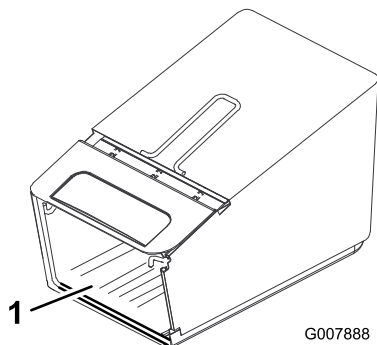

Figura 7
2. Asegúrese de que los lados de la base de la bolsa están **dentro** del bastidor de la bolsa, según se muestra en Figura 7.